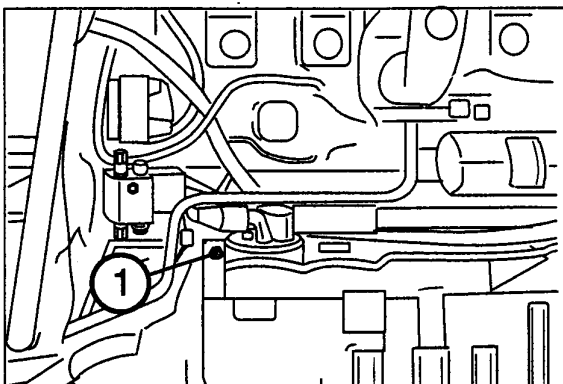

Fig.5-29. Engrasador del cojinete de empuje de desembragado de la toma de fuerza.
- Cojinete de empuje de desembragado de la toma de fuerza (1, Fig.5-29) 2 bombeados máximo.